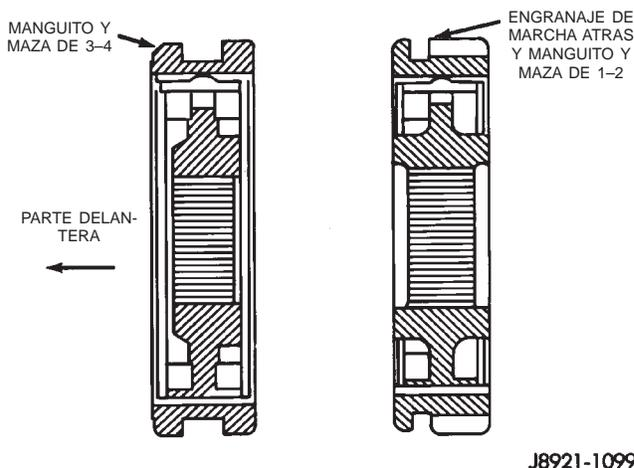

Fig. 118 Identificación del sincronizador
(1) Durante el ensamblaje, lubrique los componentes de la transmisión con el lubricante para engranajes especificado.
(2) Si fuese necesario, ensamble las mazas, manguitos, muelles y encastres de chaveta de los sincronizadores 1-2 y 3-4 (Fig. 118).
(3) Instale en el eje transmisor el cojinete de rodillos de agujas del engranaje de tercera velocidad.
(4) Instale el engranaje de tercera velocidad por sobre el cojinete y en el reborde del eje transmisor.
(5) Instale el anillo del sincronizador del engranaje de tercera velocidad en el engranaje de tercera velocidad.
(6) Emplace el sincronizador 3-4 en el eje transmisor.
(7) Utilice el adaptador 6761 y una prensa de taller para instalar a presión el sincronizador 3-4 en el eje transmisor.